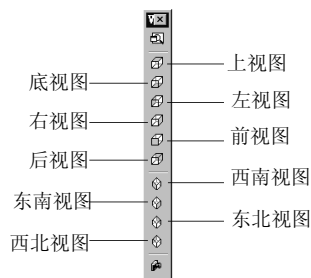

图 12-9 视图工具栏
- 通过工具栏 View (视图), 如图 12-9 所示。